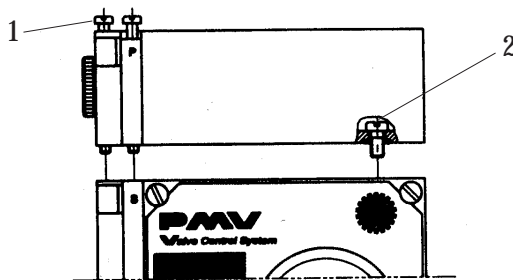

Fig 1
Instale la unidad I/P sobre la Unidad del regulador de posición, asegurándose de colocar correctamente en su sitio los cuatro anillos tóricos. Ensamble la unidad con los tres tornillos (ver fig. 1 y 2, pág. 13). Apriete primero el tornillo (1), y en último lugar el (2).